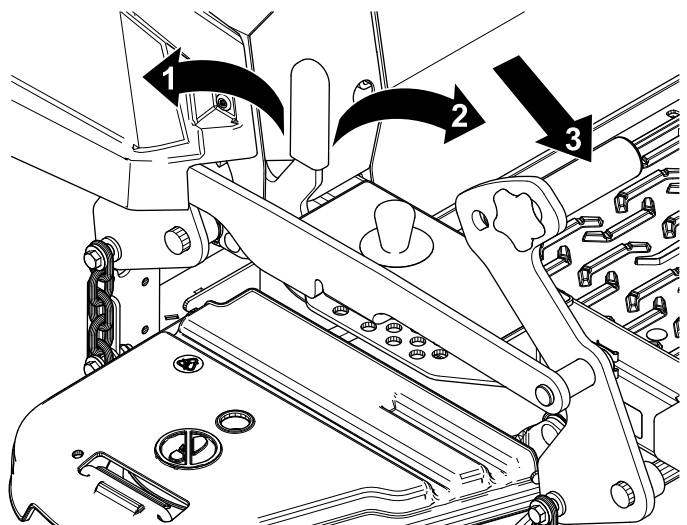

Figure 29
1. Poussez la pédale de levage du tablier complètement en avant pour bloquer le tablier de coupe en position TRANSPORT (Figure 29).
2. Poussez la pédale de levage du tablier complètement en avant et tirez le verrou de transport en avant à la position de DÉVERROUILLAGE, puis abaissez lentement le tablier de coupe (Figure 29).